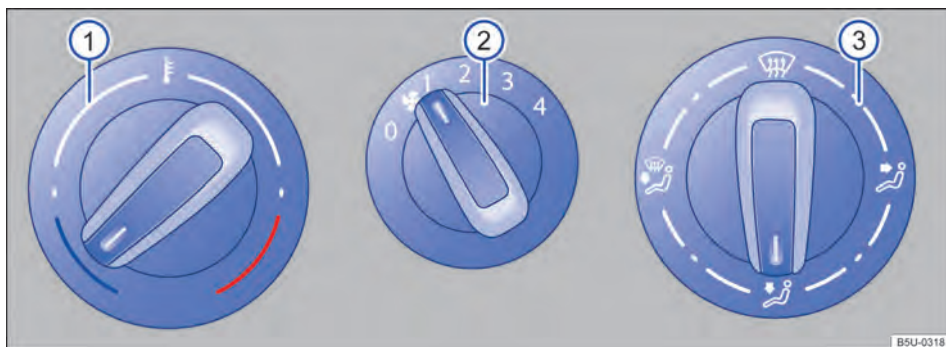

Fig. 78 Comandos do sistema de ventilação e aquecimento.
- *Sistema de ventilação e aquecimento*: girar o regulador do ventilador para o nível 0 → Fig. 78 ②.
- *Sistema de ventilação e aquecimento*: girar o regulador rotativo esquerdo → Fig. 78 ① para regular a respectiva temperatura.
- *Sistema de ventilação e aquecimento*: girar o regulador do ventilador → Fig. 78 ②.
- *Sistema de ventilação e aquecimento*: girar o regulador da direita → Fig. 78 ③ para posição desejada.
- Em veículos com sistema de aquecimento, girar o botão da temperatura → Fig. 78 ① totalmente para a direita, para a posição máxima de aquecimento.
- Girar o botão de distribuição de ar ③ para a posição .
- Girar o botão do ventilador ② para o nível 3 ou 4.